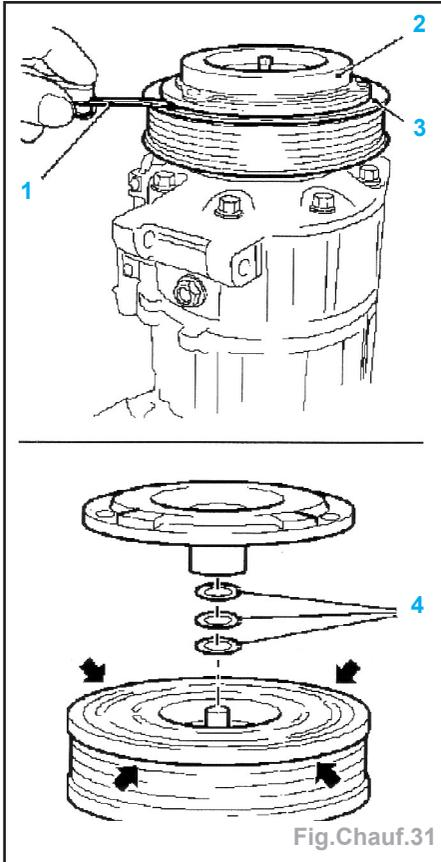

Fig. Chauf.31
- Vérifier le jeu d'ouverture sur 4 points (**1**) (Fig.Chauf.31).